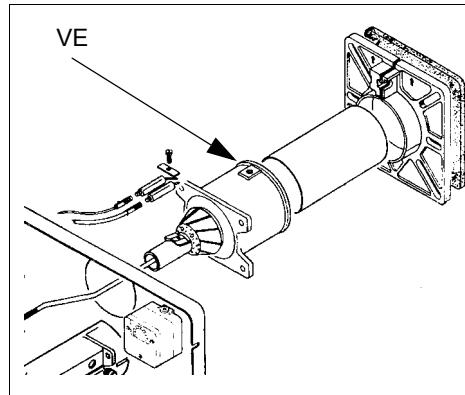

Рис. 24b
- Демонтируйте, проверьте и очистите головку сгорания (см. Рис. 24а, Рис. 24b, Рис. 24c);
Тип S3 (Рис. 24а) и S5 (Рис. 24b)